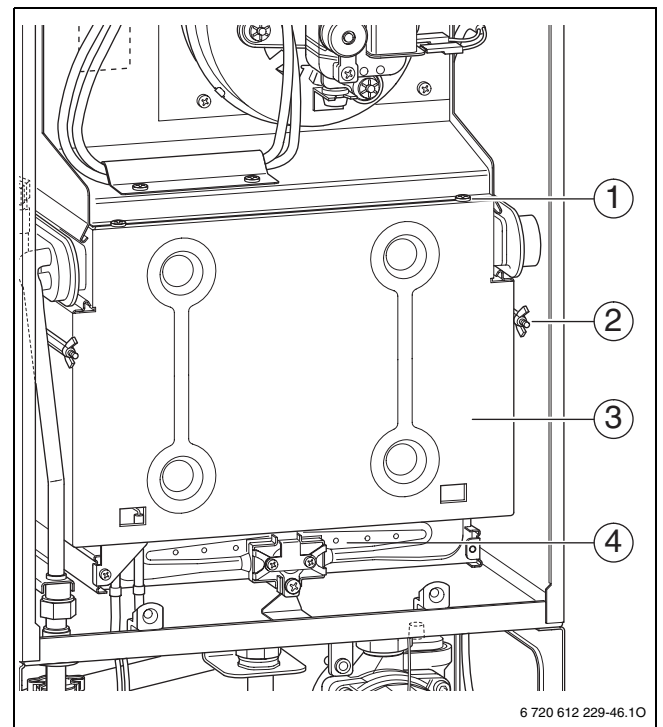

Рис. 74 Відкрити пальник
- Зняти передню стінку камери згоряння та пальник (→ рис. 74).